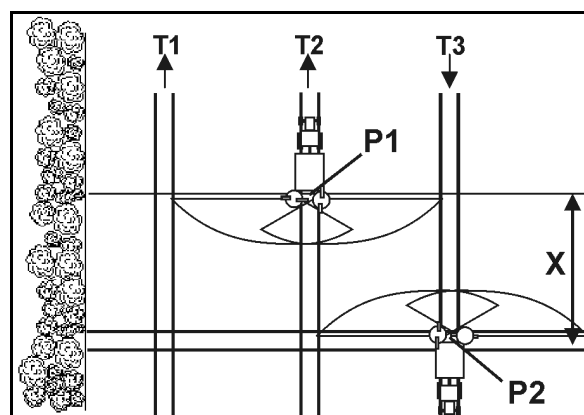

図 67
- トラムラインでポイント P1 (図 67) に到達した後、散布ディスクと枕地のトラムラインの距離が X である場合、シャッターを開きます。
- 散布ディスクが枕地の最初のトラムラインの高さにある場合には、ポイント P2 (図 67) でトラムラインから出る前にシャッターを閉じます。